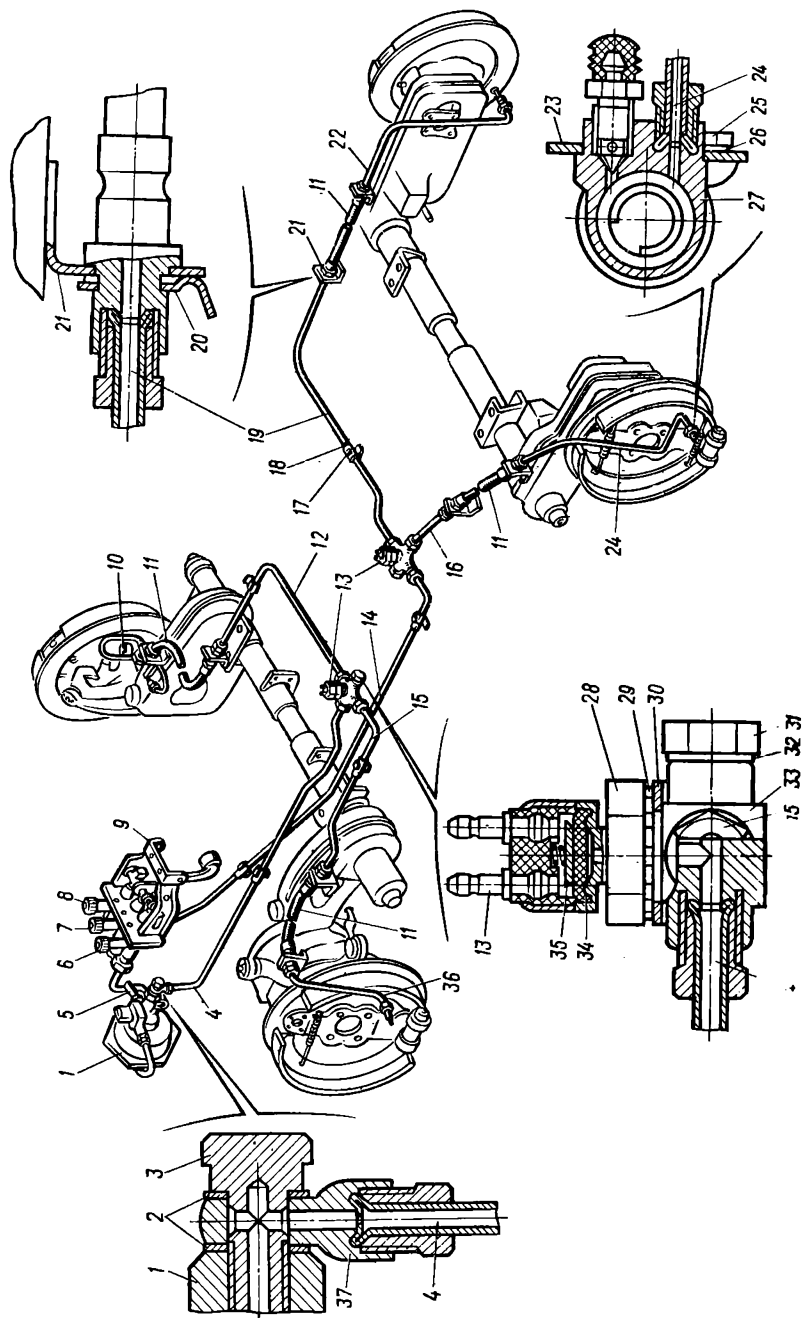
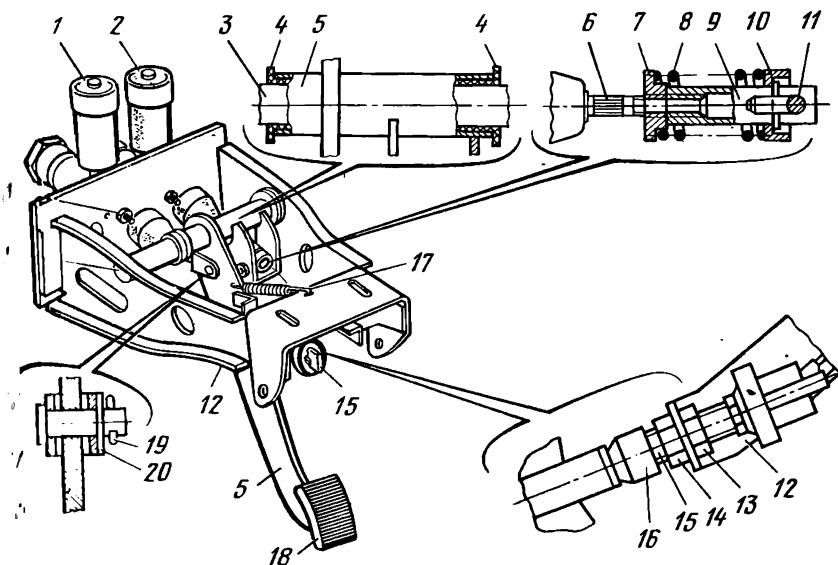

Рис. 167. Гидравлический привод тормозной системы:
Рис. 168. Ножной привод тормозов:
Гидравлический привод (рис. 167) к тормозным механизмам также включает в себя подвесную педаль, два главных тормозных цилиндра, гидровакуумный усилитель и системы соединительных трубок, гибких шлангов и арматуры. В систему привода входит также выключатель сигнала торможения 15 (рис. 168) и выключатель 13 (см. рис. 167). Педаль 5 (см. рис. 168) установлена на проушине 12 при помощи оси 3, которая неподвижно закреплена
**Снятие и установка главных тормозных цилиндров.** Для снятия необходимо: отсоединить от главных цилиндров трубопроводы и закрыть заглушкой отверстие в цилиндре, чтобы предотвратить утечку тормозной жидкости; расшплинтовать пальцы крепления цилиндров к педали, удерживая педаль в крайнем верхнем положении, вынуть пальцы; отвернуть гайки крепления цилиндра 23 (см. рис. 168) к кронштейну, снять цилиндры; отвернув крышку 16 (см.